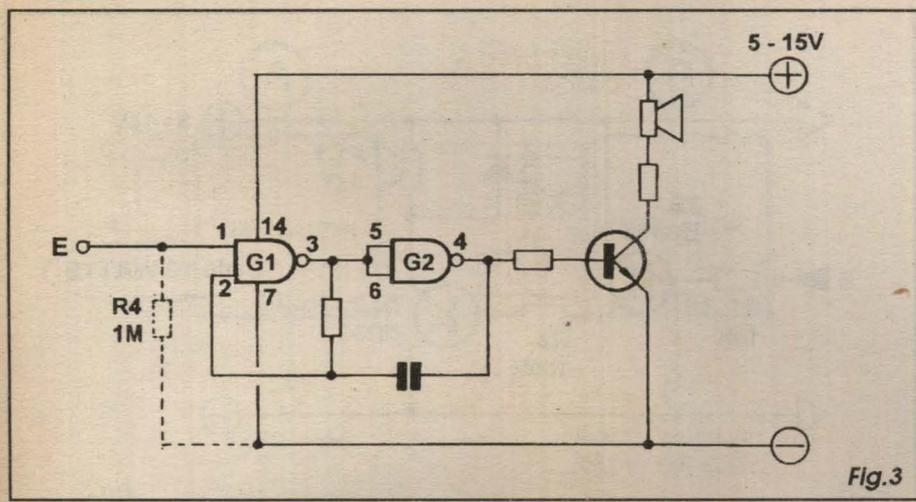
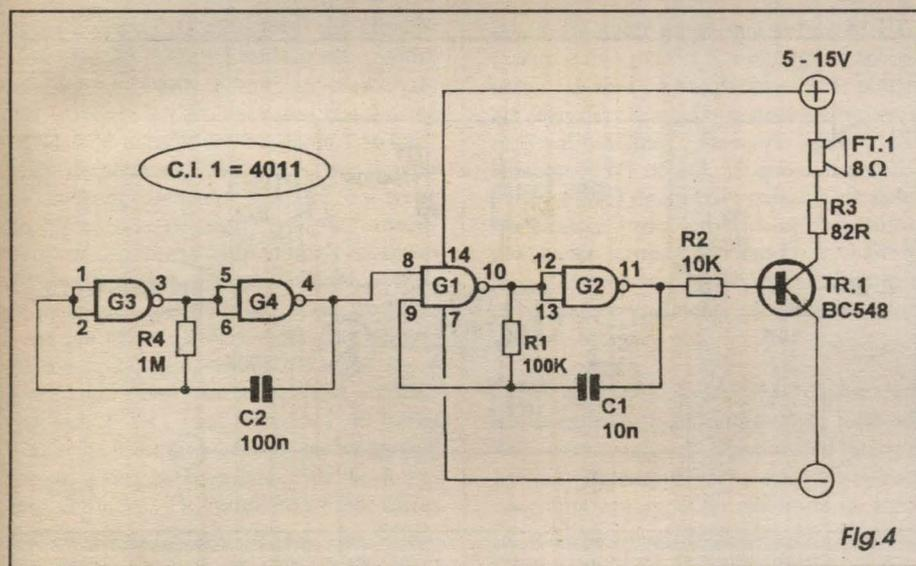

Fig.3
Fig.4
- FIG. 3 - Partindo do mesmo arranjo básico mostrado no item anterior, e com uma alteração muito simples, é possível transformar o gerador num oscilador externamente controlado, podendo então ser *gatilhado* ou modulado por um nível digital ou mesmo tensão proporcional aplicado ao terminal E... Para que o oscilador funcione, a entrada de controle E precisa receber nível digital *alto* ou seja, forte pola-
- FIG. 4 - Com um pouquinho de lógica e raciocínio, baseando-se totalmente em conceitos e configurações já estudadas no ABCDE, não é difícil partir para arranjos mais sofisticados, aproveitando (no caso do exemplo...) todos os 4 *gates* contidos num integrado 4011... A realização determina um gerador de som complexo, muito interessante. Observar que a estrutura formada por G1, G2, R1, R2, R3, C1, TR1 e FT1 é a mesma já mostrada nas FIGS. 2-3... Agora, porém, usamos também os dois *gates* sobrantes, montando um segundo astável (com G3, G4, R4 e C2), este oscilando (observar os valores mais elevados na rede RC...) em frequência bem mais baixa, e *modulando* radicalmente o funcionamento do astável considerado *principal*, através da sua entrada de *autorização* ou *gatilhamento* (rever FIG. 3...). Com os valores sugeridos para R1-C1 e R4-C2 é possível obter um som básico naturalmente agudo, interrompido ciclicamente (*bipado*...) a uma frequência fixa mais baixa (*biip...biip...biip*...). O arranjo é bastante conveniente para utilização em alarmes, avisos, etc., sempre que um som deva *chamar a atenção* dos circunstantes (um som interrompido ciclicamente é bem mais *chamativo* do que um tom contínuo...). Em eventuais experimentações, lembrar que R1-C1 determinam a frequência básica do tom gerado, enquanto que R4-C2 determinam a frequência de *interrupção* desse tom básico (o ritmo do *biip...biip*...).
do *biip...biip...* e resulta num interessante *dii...dáá...dii...dáá...*, parecido com o emitido pelas sirenes de polícias européias, ou de algumas ambulâncias utilizadas mesmo no Brasil... Nessa configuração, o oscilador de frequência mais baixa (G3, G4, R4 e C2...), ao invés de interromper e autorizar, radicalmente, de forma cíclica, o funcionamento do astável principal (G1, G2, R1, C1...), simplesmente *desloca*, num ritmo fixo, a frequência de operação do dito astável principal, isso porque os níveis *alto, baixo, alto, baixo* aplicados via resistor de 220K interferem com a própria constante de tempo originalmente oferecida por R1-C1... Para darmos *nomes* aos sons gerados pelos arranjos mostrados nas FIGS. 4 e 5, podemos dizer que no primeiro caso o tom é PULSADO e no segundo, ONDULANTE... Pelas mesmas razões já explicadas no item anterior, o arranjo ora mostrado se presta muito bem a pequenos alarmes, sinais de aviso, etc., e pode ser largamente experimentado pelo leitor/aluno...